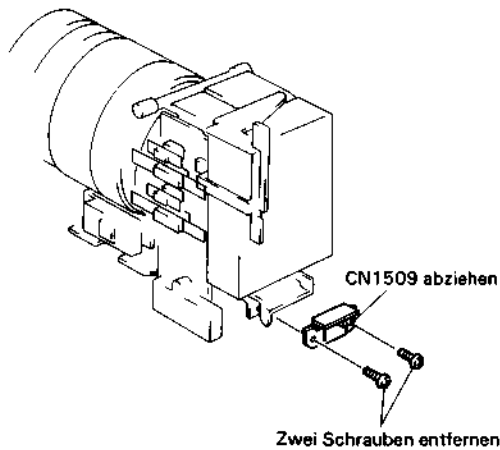

Abb. 2.37 Ausbau der Regelkreis-Leiterplatte
4. Den Stecker CN1509 abziehen (siehe Abb. 2.37).
5. Die zwei (2) Befestigungsschrauben der Regelkreis-Leiterplatte entfernen.